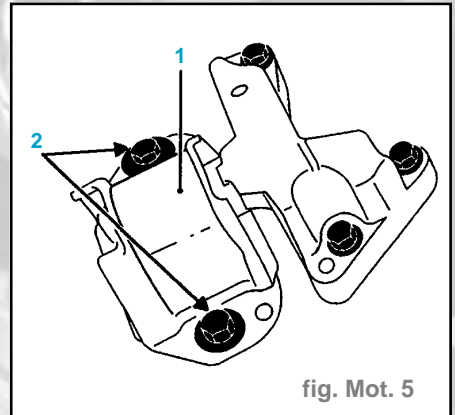

fig. Mot. 5
- les vis de fixation (2) du tampon élastique moteur (1) (fig. Mot. 5)
- Repérer la position du tampon élastique moteur (1) par rapport à la caisse